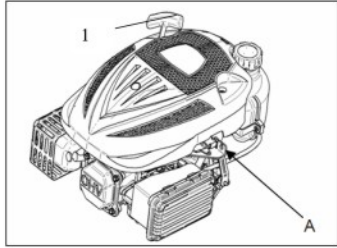

Fig. 3 A. Agujero del cable
No permita que la empuñadura de arranque (1) se contraiga contra el motor. Póngala de vuelta suavemente para evitar daños en el arrancador (Fig. 3).